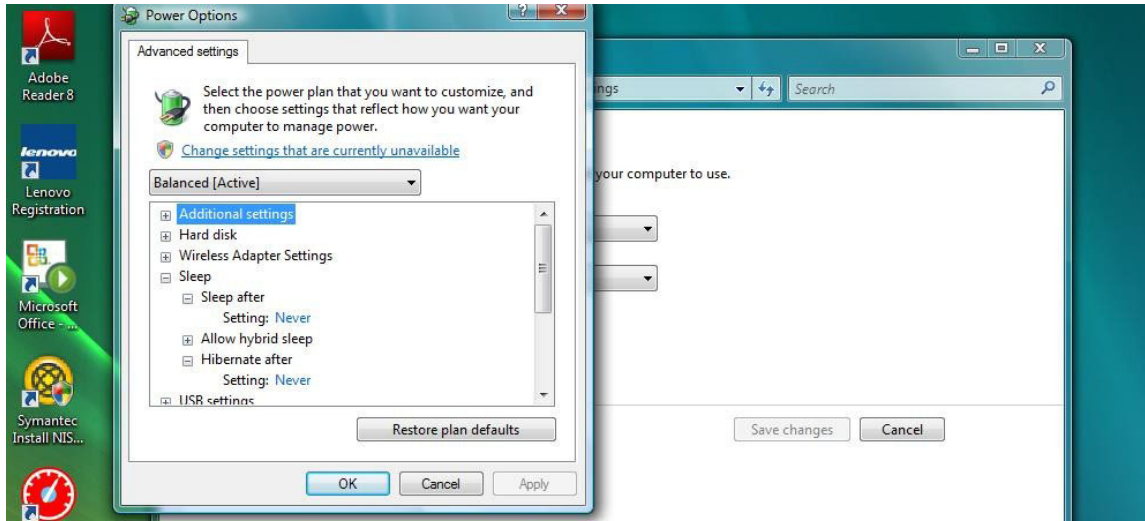

FIG. 20
5. Encuentre la opción "Suspend" en la lista de desplazamiento (Fig. 20). Cambie el ajuste "Suspend después de" a NUNCA y el ajuste de "Hibernar después de" a NUNCA.
6. Haga clic en el botón Aplicar para guardar estos cambios. Luego haga clic en el botón Aceptar (Fig. 20).